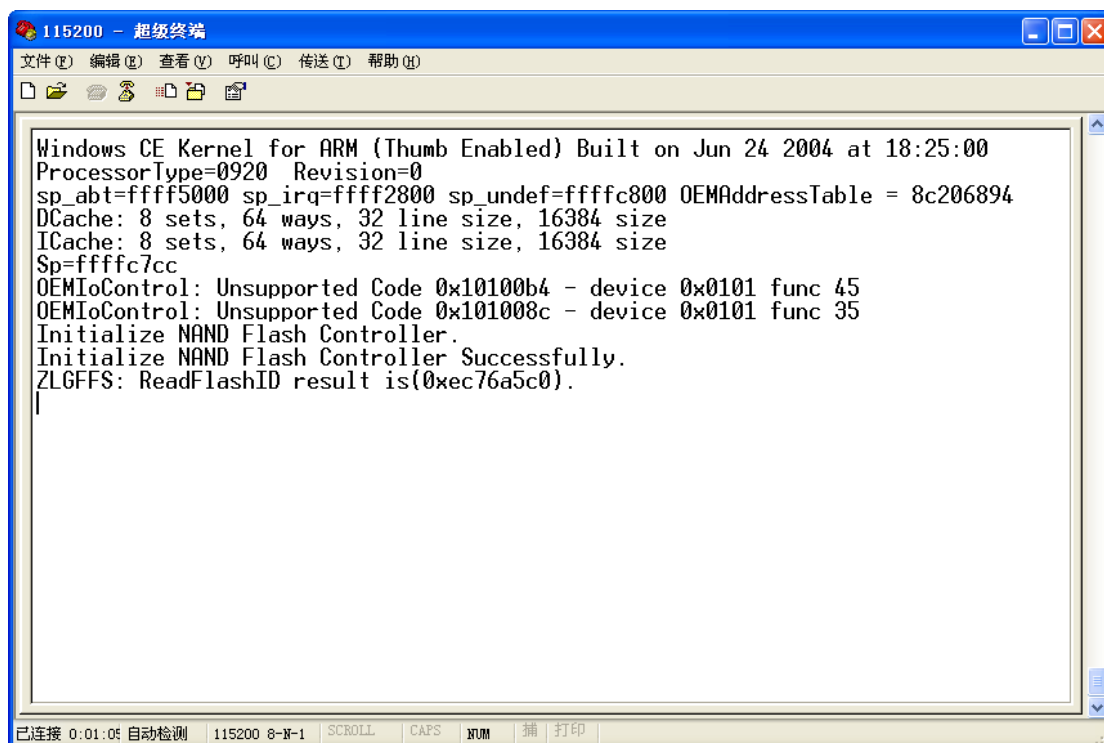

图 2.7 Windows CE.net 5.0 启动信息
4. 在等待启动时，将连接实验箱 UART0 的串口线移接到 UART1(实验箱左下侧)。当 Windows CE 启动时，会在串口终端打印出 Windows CE 的启动信息，如图 2.7 所示。